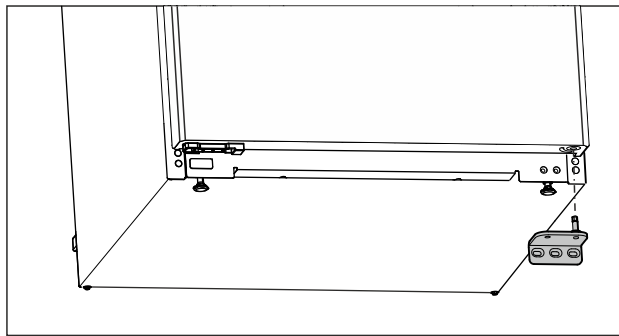

Fig. 15
- ▶ Odoberte ložiskovú konzolu smerom nadol. (pozri Fig. 15)